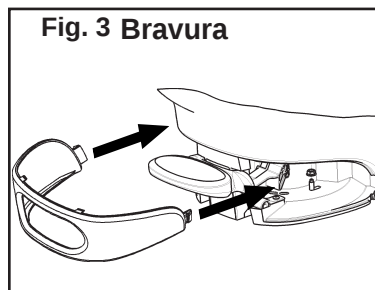
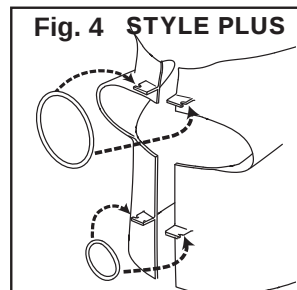

Fig. 3 Bravura
Fig. 4 STYLE PLUS
3. **STYLE Plus and Bravura only:** Remove shroud from base of unit (Figs. 3 & 4).
9. **Bravura only:** Install Shroud (Fig. 3). **STYLE PLUS only:** Attach shroud to toilet by depressing pedal and placing the pedal opening over the pedal and pushing it firmly against the base. Press the sides of the shroud to the toilet and attach two O-rings on the hooks to secure it. Make sure to engage dual lock under front of shroud by tapping shroud above pedal (Fig. 4).
9. **Modèle Bravura seulement :** Installer l'enveloppe de protection (fig. 3). **Modèle PLUS seulement :** Fixer l'enveloppe de protection à la toilette en appuyant sur la pédale tout en alignant l'orifice sur la pédale et en l'enfonçant fermement dans le socle. Presser les côtés de l'enveloppe de protection sur la toilette et fixer les deux joints toriques aux crochets pour les maintenir en place. Tarauder l'enveloppe sur la pédale pour s'assurer d'engager le double verrou sous le devant de l'enveloppe de protection. (Fig. 4).
9. **Sólo el modelo Bravura:** Instale el recubrimiento (Fig. 3). **Sólo el modelo STYLE PLUS:** Para acoplar el recubrimiento al inodoro oprima el pedal y coloque la abertura sobre el mismo, luego empujela firmemente contra la base. Oprima ambos lados del recubrimiento contra el inodoro y coloque en los ganchos dos juntas tóricas para fijarlo. Golpee ligeramente el recubrimiento sobre el pedal para verificar que el cierre doble se haya enganchado debajo del mismo. (Fig. 4).